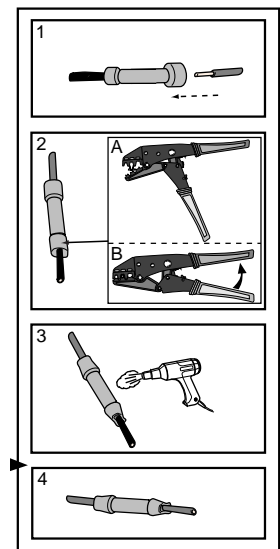

Abb.1
5. Die übrigen Kabel werden mit Hilfe von Quetschverbindern an die Original Kabel im Fahrzeug angeschlossen (siehe Abbildung 1).